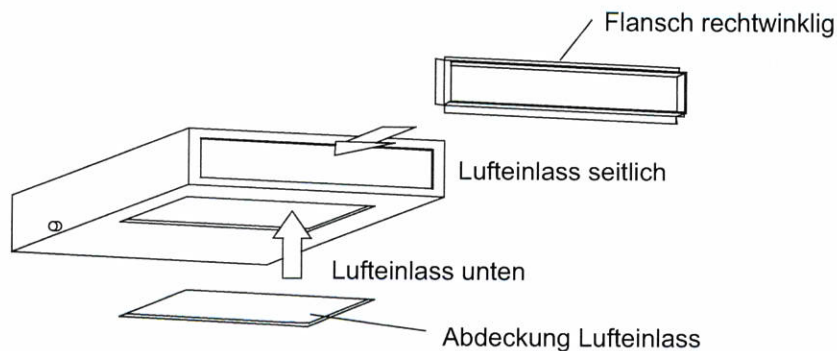

Abb. 11
1. Bei einer standardmäßigen Installation gibt es einen rechtwinkligen Flansch am seitlichen Lufteinlass, und der Lufteinlass unten ist geschlossen. Siehe Abbildung 11.